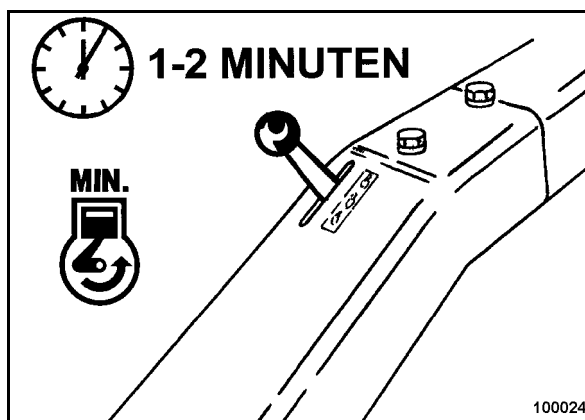

Рис. 19
- Установить рычаг управления частотой вращения в положение "MIN" (Рис. 19).